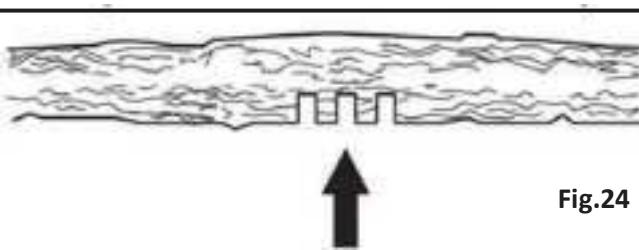

Fig.24
- Per tagliare un albero/ramo in tensione, fare da 2 a 3tagli, a un pollice di distanza e a due pollici di profondità (Ved. Fig. 24)